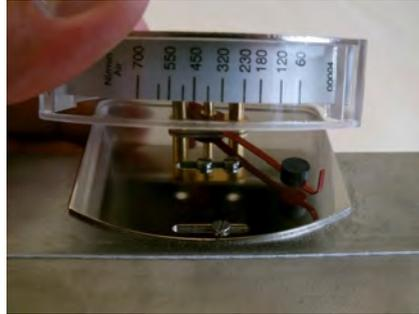

Abb. 38
2. Anzeige-Deckelplatte gemeinsam mit Kunststoffgehäuse vorsichtig nach oben von der Anzeige-Bodenplatte abziehen (Abb. 38) und entnehmen. Darauf achten, dass das Zeigerwerk nicht beschädigt wird